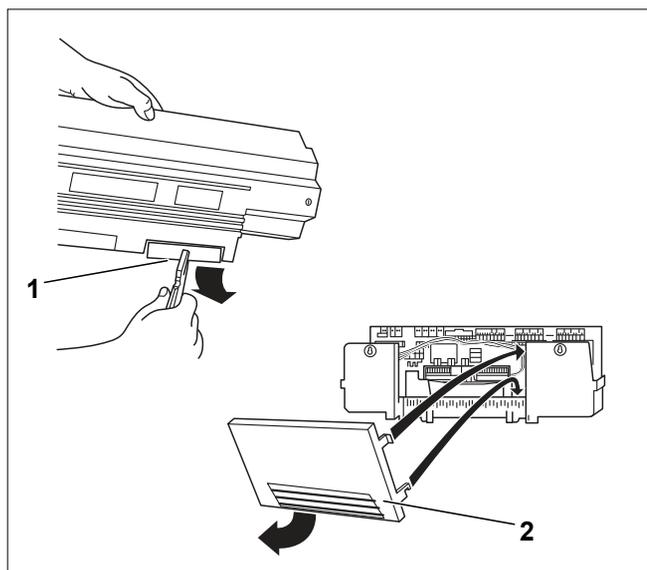

Рис. 44 Подготовка кабельного прохода
- ▶ При необходимости выломайте заглушку (рис. 44, [1]) в задней стенке кабельного прохода (Logamatic 33..) или снимите заднюю стенку (Logamatic 43..) (рис. 44, [2]).
- ▶ Вставьте нижние крюки задней стенки (Logamatic 43..) в гнездо рамки и нажмите на неё сверху до фиксирования боковых крюков (рис. 44, [2]).